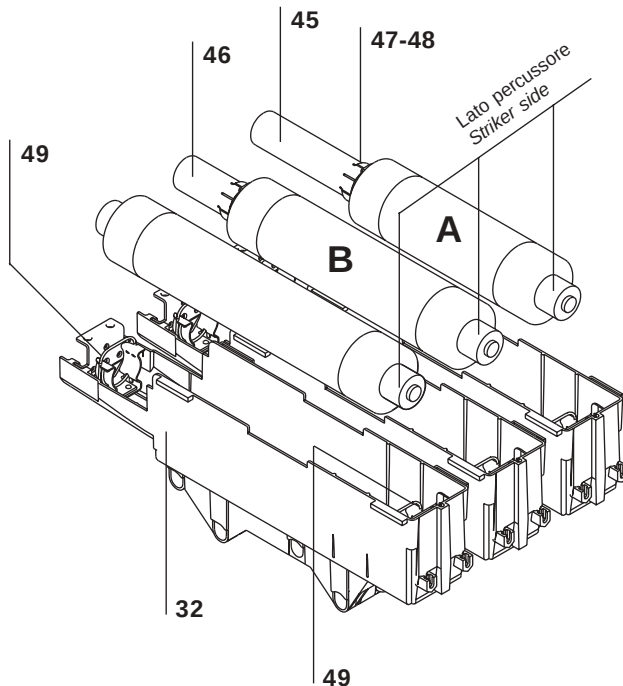

Fig. 55b
b) Montaggio dei fusibili (fig. 55b)
Aprire gli anelli di blocco (49) (fig. 55b) spostandoli nel verso indicato dalle frecce tramite l'attrezzo (50). Utilizzare l'attrezzo (50) anche per estrarre il fusibile.
b) Mounting the fuses (fig. 55b)
Open the locking rings (49) (fig. 55b) moving them by means of the tool (50) in the direction shown by the arrows. Then remove the fuse by means of the tool (50).